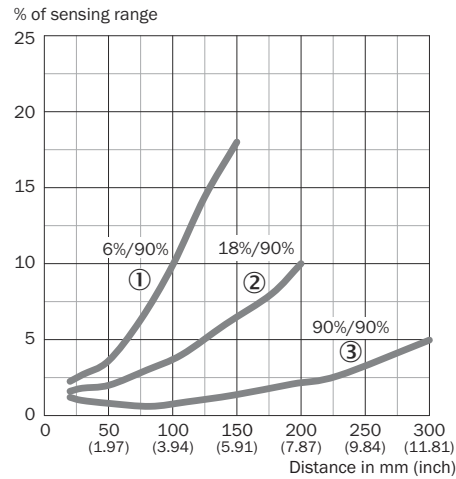

Рисунок 51: НТВ18, % расстояние срабатывания
Проверьте условия применения: Отрегулируйте расстояние срабатывания и расстояние до объекта или фона и характеристики ослабления объекта, следуя соответствующей схеме [рисунок 51] (x = расстояние срабатывания, y = переходный диапазон между установленным расстоянием срабатывания и подавлением фона в % расстояния срабатывания (ослабление объекта / ослабление фона)). Ослабление:
Минимальное расстояние (= y) для подавления фона может быть определено при помощи схемы [рисунок 51 ①] как указано далее: